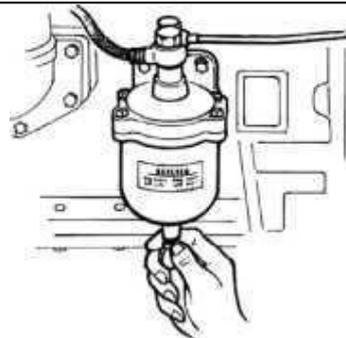

Рис.3-3 Злийте воду
2.4 Злийте воду з фільтруючого елемента за допомогою зливного крана та відстійного фільтра (див. рис. 3-3).